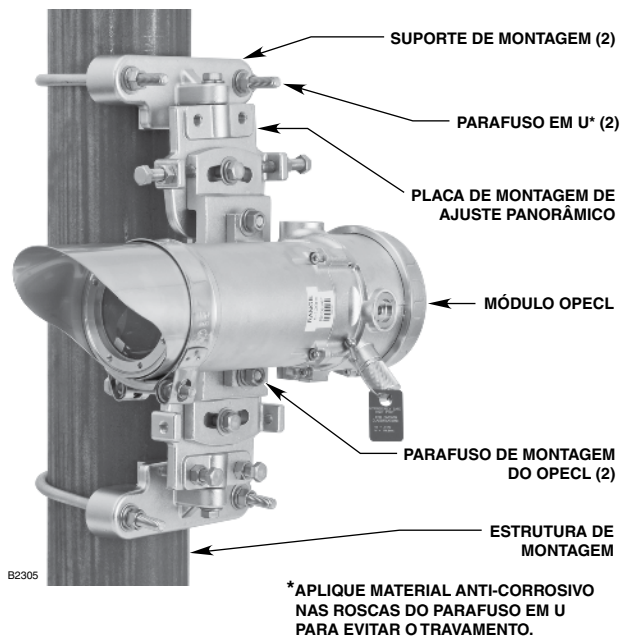

Figura 5 — Detector de gás OPECL montado em um poste vertical
- Um poste vertical com diâmetro externo nominal de 11,43 cm (4,5 pol). A faixa aceitável do diâmetro externo é de 4 a 5 polegadas. Consulte a Figura 5.